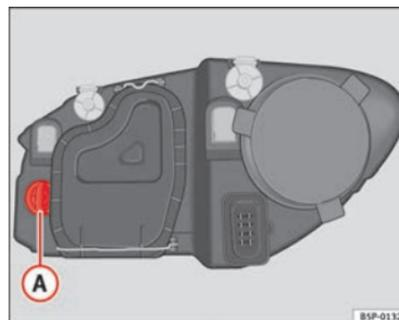

Abb. 189 Glühlampe für Blinklicht
- Drehen Sie den Lampenträger ⇒ Abb. 189 (A) nach links und ziehen Sie.